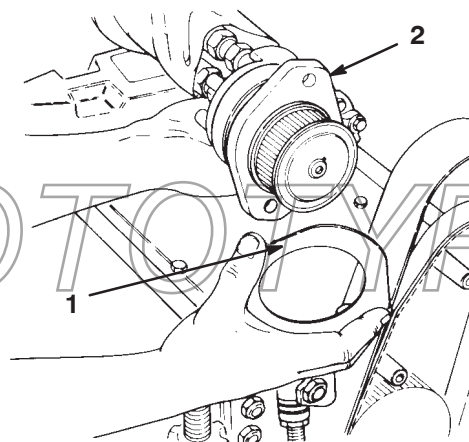

Figure 10
2. Mettez le couvercle d'expédition au rebut et posez la protection du plateau d'entraînement sur la bride du moteur d'entraînement du cylindre (Fig. 10). La partie la plus large de la protection doit se trouver en haut.